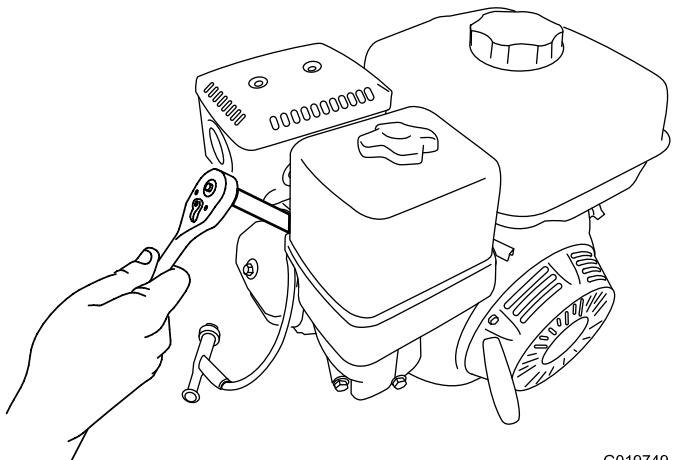

Figura 49
5. Gire la bujía en sentido antihorario usando una llave para bujías de 21 mm (13/16") para desmontar la bujía y la junta (Figura 49).
2. Gire la bujía en sentido horario usando una llave para bujías de 21 mm (13/16") hasta que la bujía y la junta estén asentadas (Figura 49).